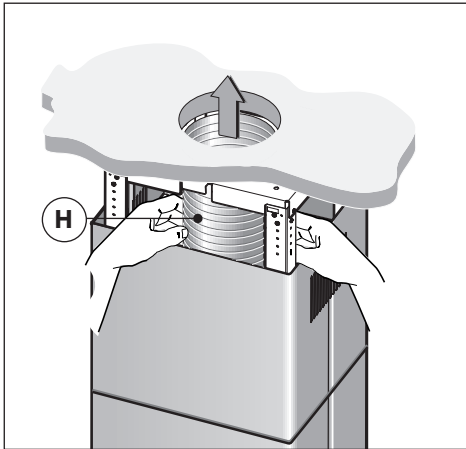

Fig.10
- **Ausführung mit Abluft:** Den Schlauch an der vorgesehenen Luftaustrittsöffnung befestigen (Abb. 10).